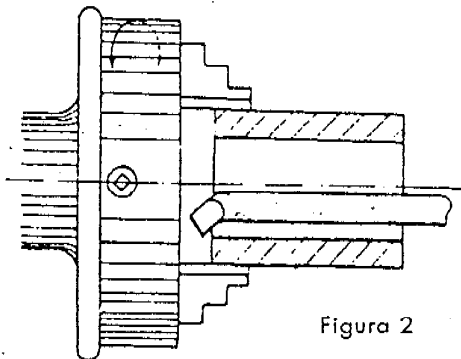

Figura 2
- a. Deje fuera del porta-herramientas una longitud suficiente para el torneado ( Figura 2 ).